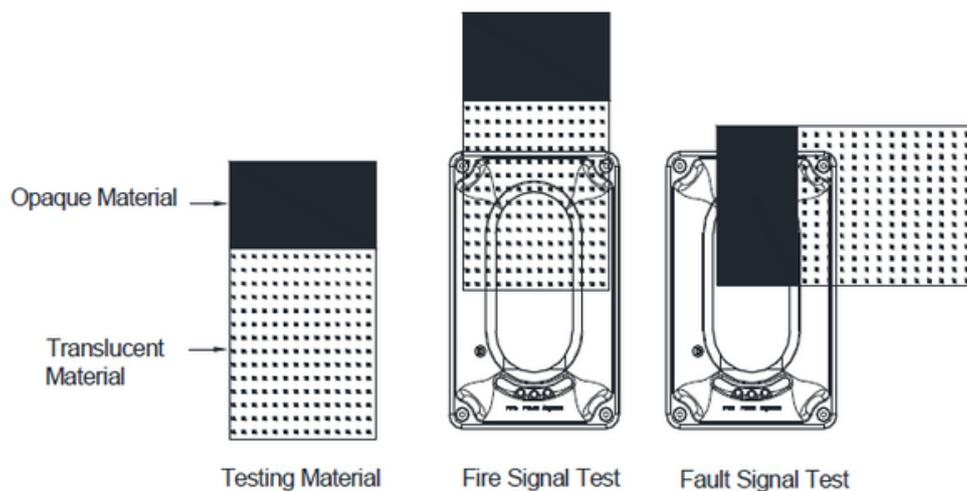

Figura 14: Dettagli del test
- a. Utilizzando i materiali opachi/traslucidi in dotazione, coprire metà del rivelatore di raggi utilizzando la parte traslucida del materiale. In meno di 30 secondi il LED rosso [Fire] si accenderà fisso, indicando il segnale di incendio. [Il relè di allarme antincendio [HJ1 e HJ2] si chiuderà normalmente]. Fare riferimento alla Figura 14.